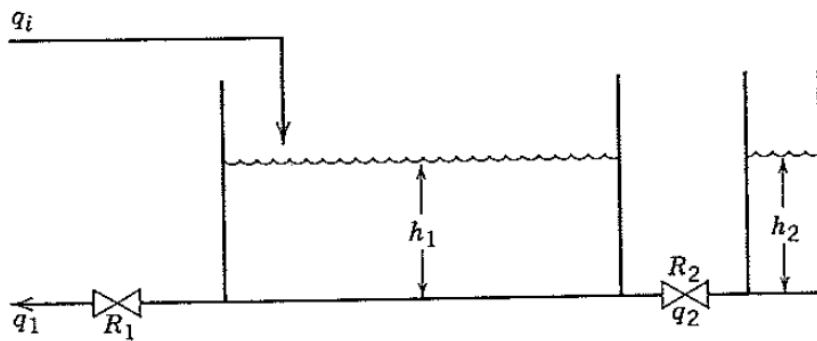

Figura 2: Tanque de armazenamento.
8. Considere o tanque de armazenamento da Figura 2 com a seguinte função de transferência